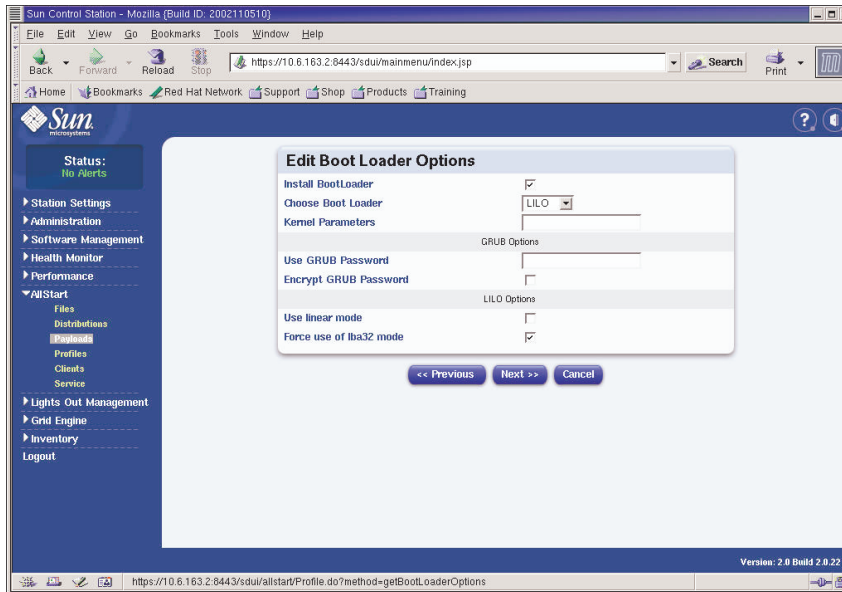

FIGURE 2-10 Fenêtre Edit Boot Loader Options (AllStart Profiles)
b. Dans la fenêtre Edit Boot Loader Options, vérifiez que les entrées requises suivantes sont sélectionnées (voir l'exemple à la FIGURE 2-10). Ensuite, cliquez sur Next.